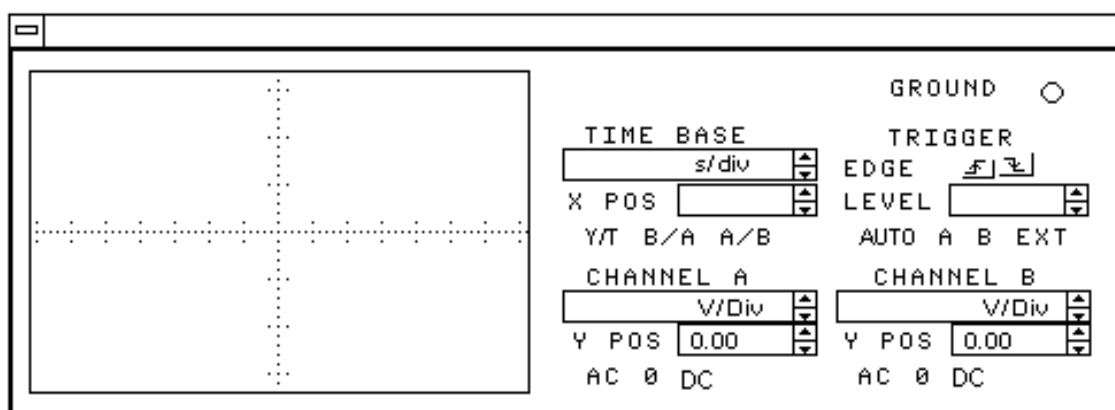

Figura 37
13.1.4 – Registre as formas de onda na figura 37